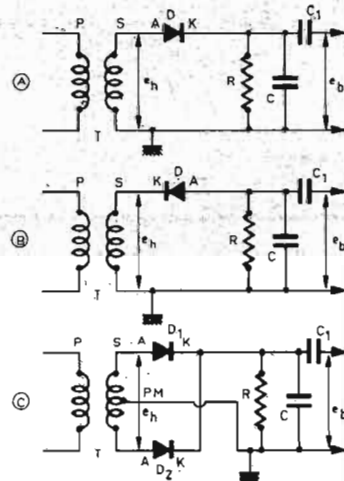
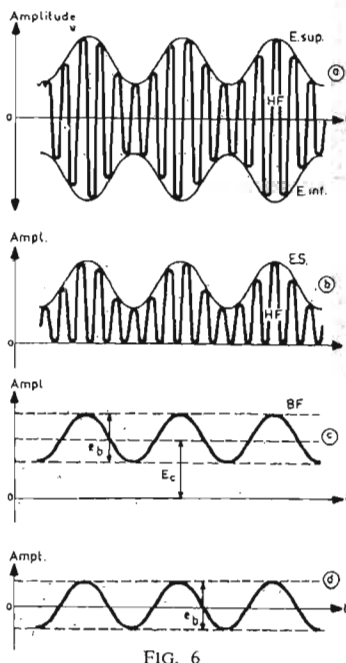

FIG. 5
FIG. 6
La diode fonctionne d'une manière très proche de celle d'une diode redresseuse monolatérale (ou monoalternance). Dans le cas du montage A (fig. 5) avec sortie sur la cathode K, la diode ne laisse passer que la partie positive du signal HF modulé, car c'est celle-ci qui rend l'anode positive par rapport à la cathode, donc rend la diode conductrice.
La figure 6 montre la forme des signaux qui se présentent dans un montage détecteur comme celui de la figure 5A.
Si seules les alternances supérieures du signal passent, cas du montage (A) fig. 5, on doit obtenir à la sortie de ce détecteur, aux bornes de la résistance R, la moitié supérieure du signal (a) ce qui donne le signal (b) figure 6 composé toujours d'un signal HF encadré par l'enveloppe supérieure.
Grâce à C le signal HF est dérivé vers la masse et il ne reste que le signal représenté en (C) figure 6 qui se compose de deux parties, une composante continue de tension E_c comme dans les montages redresseurs et une composante variable e_b qui n'est rien d'autre que le signal modulant :
Introduisons encore dans le montage détecteur un condensateur C_1 de valeur suffisante (entre 5.000 pF et 25 μ F selon les cas). Il laissera passer le signal variable E_a , c'est-à-dire le signal modulant, mais empêchera la composante continue E_c de passer. Aux bornes de la sortie du détecteur, on pourra donc recueillir le seul signal e_b qui est indiqué en (d) figure 6 au cas où il serait sinusoïdal.
Celui de la figure 5C est un détecteur bialternance. Comme les cathodes sont à la sortie, la forme des signaux est identique à ceux de la figure 6.